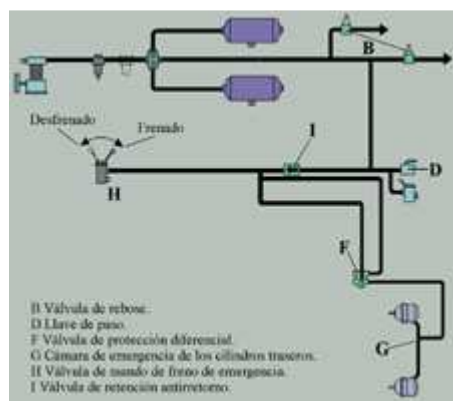

Fig. 50
- Circuito número 3.- Frenos de emergencia y estacionamiento en el eje trasero del vehículo tractor y servicios auxiliares **(fig. 50)**.
Circuito número 3: frenos de emergencia y estacionamiento en el eje trasero del vehículo tractor y servicios auxiliares (**fig. 50**)